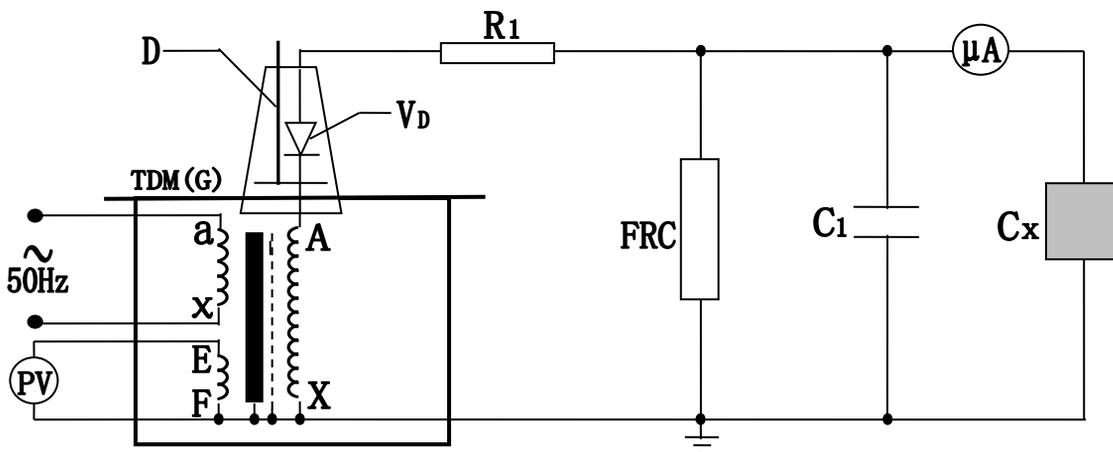

图 7：高压交流泄露试验接线图
- 2、YDJ 油浸式试验变压器在做被试品的交流耐压或泄露试验时接线原理图如图 7。
注：此试验应先抽出短路杆“D”，图 7 中所示。